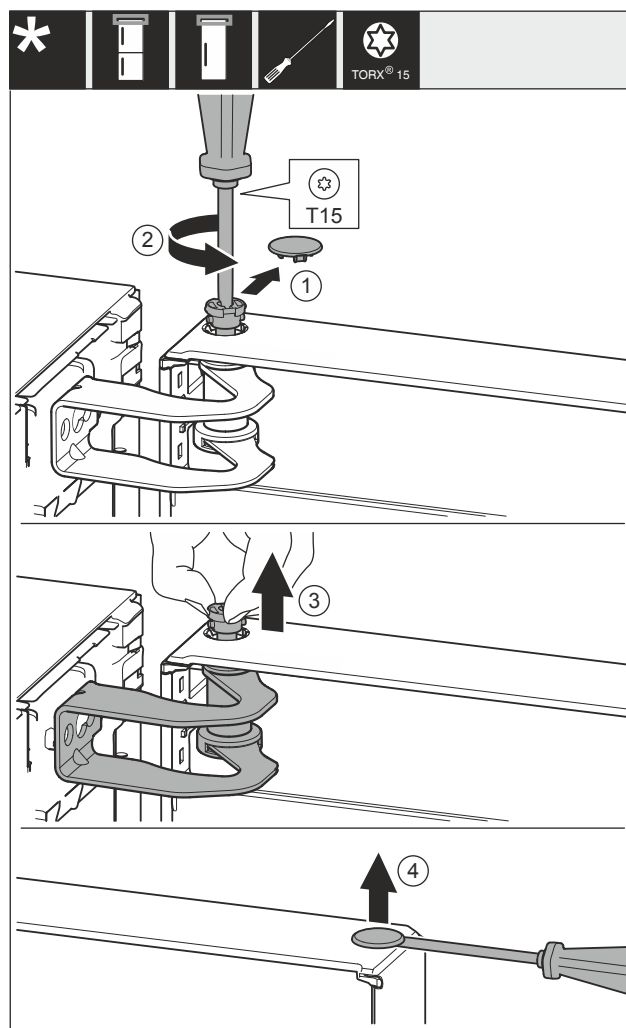

Fig. 13
- Retirer le couvercle Fig. 13 (1) avec prudence.
- Dévisser légèrement l'axe Fig. 13 (2) avec un tournevis.
- Retirer l'axe Fig. 13 (3) avec les doigts.
- Soulever et retirer le couvercle Fig. 13 (4) au moyen d'un tournevis, avec prudence.